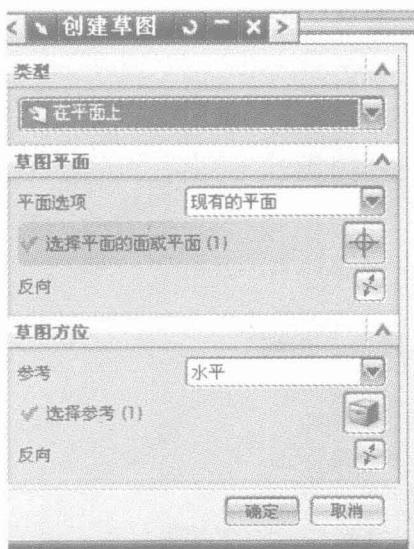
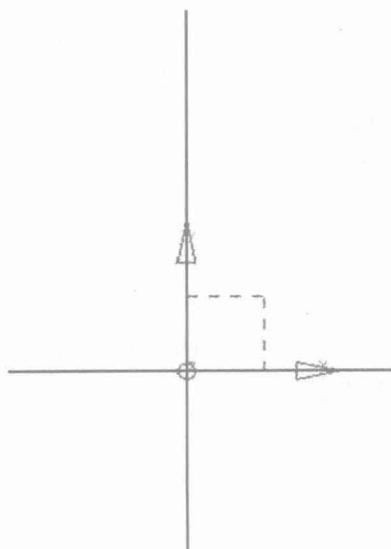

图 1-2 创建草图对话框
图 1-3 绘制两条直线
- (1) 单击【特征】工具栏上的“草图”按钮 ，或选择下拉菜单【插入】→【草图】命令，系统弹出“创建草图”对话框，如图 1-2 所示。
- (2) 设置【在平面上】、【现有的平面】、【水平】等参数，单击【确定】按钮，进入草图绘制模式。
- (3) 单击“特征”工具栏上的【直线】按钮，或选择下拉菜单【插入】→【直线】命令，绘制如图 1-3 所示的直线。